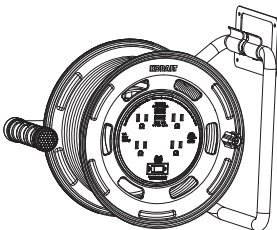

Figura 1
1. Puede montarse en la pared para su almacenamiento (**Figura 1**).